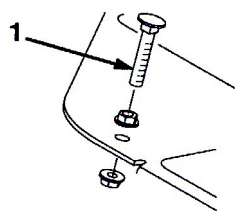

図51
1. 走行ペダルを一杯まで踏み込んでみる。ペダルがストップ (図51) に当たる前にケーブルが張ってしまうようなら以下の手順で調整する：
- A. ペダル・ストップをフロアに固定しているフランジ付きロックナットをゆるめる (図51)。